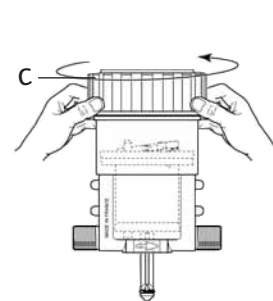

Fig. 20
- Desenroscar la tapa manualmente (Fig. 20-C) y retirarla.